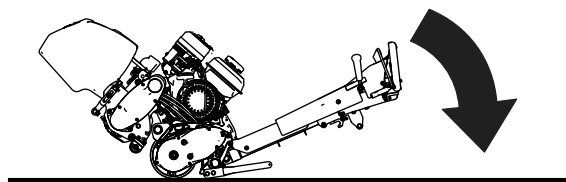

Рисунок 5
- Когда режущий блок подсоединен к машине, опустите рукоятку тягового блока на землю (Рисунок 5).